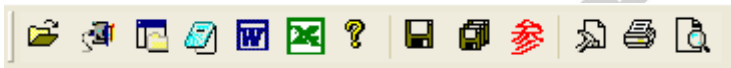

图 4.3 工具栏
- **工具栏**由一系列按钮组成（如图 4.3），每个按钮可以实现一个常用功能，其功能与菜单中的功能完全相同。
工具栏由一系列按钮组成（如图 4.3），每个按钮可以实现一个常用功能，其功能与菜单中的功能完全相同。虽然菜单命令中已经包含了这些命令，但是对于这些常用命令来说，通过工具栏按钮来实现要方便的多。如果将鼠标在某个按钮上稍做停留，屏幕上会自动显示该按钮的功能。当按钮颜色呈置灰状态时表示当前状态下此功能无效。